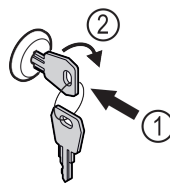

Fig. 207
- Schlüssel hineindrücken. Fig. 207 (1)
- Schlüssel um 90° im Uhrzeigersinn drehen. Fig. 207 (2)